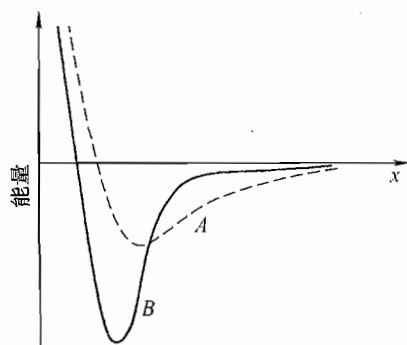

图 42-1 第二题第 1 小题图
1. (7 分) 图 42-1 为两种材料中原子结合的键能曲线，回答：
(1) 哪种材料的弹性模量大？
(2) 哪种材料的热膨胀系数大？
(3) 依据图 42-1，示意画出两种材料的键力曲线。